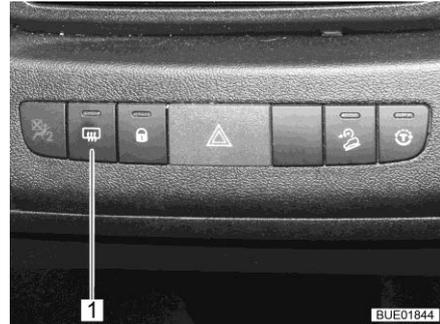

Bild 35 Schalter Außenspiegelheizung
- Den Schalter (Bild 35,1) am Armaturenbrett drücken. Die Kontroll-